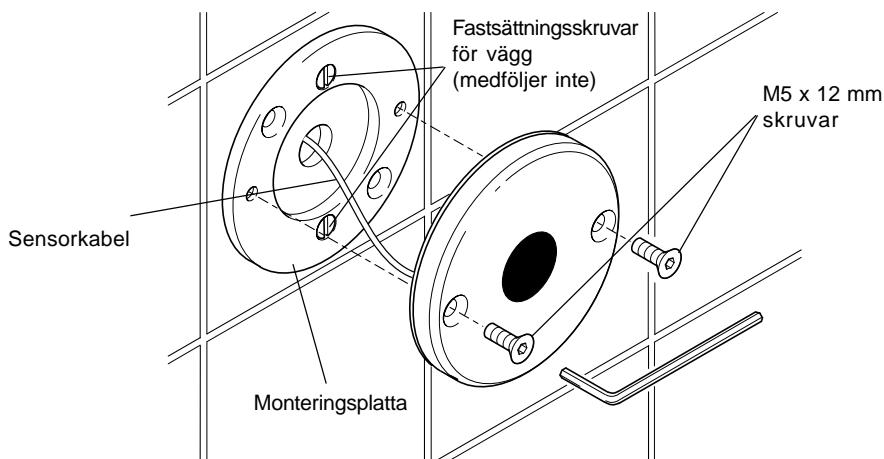

Bild 6
2. Med monteringsplattan på plats, sikta in Rada 129 Sensor och se till att kabeln från givaren löper genom hålet i mitten (Se Bild 6).